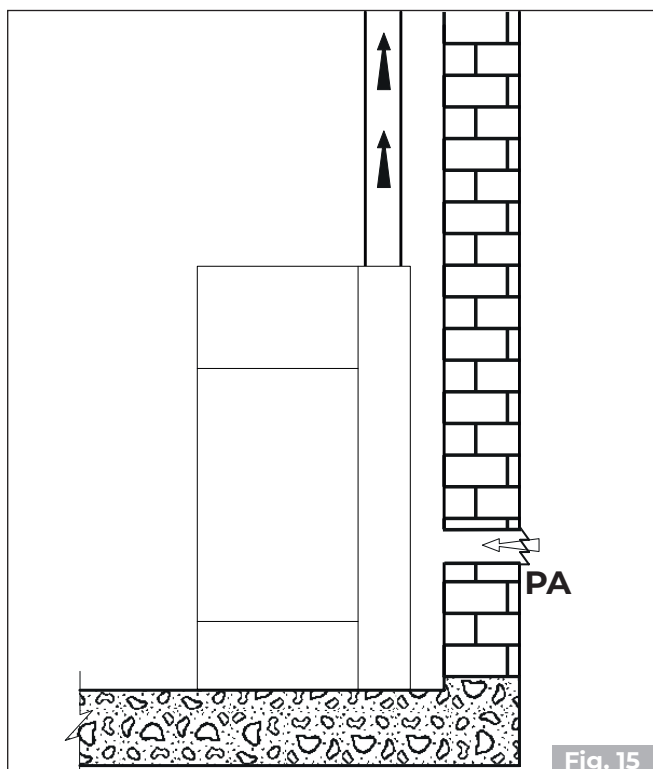
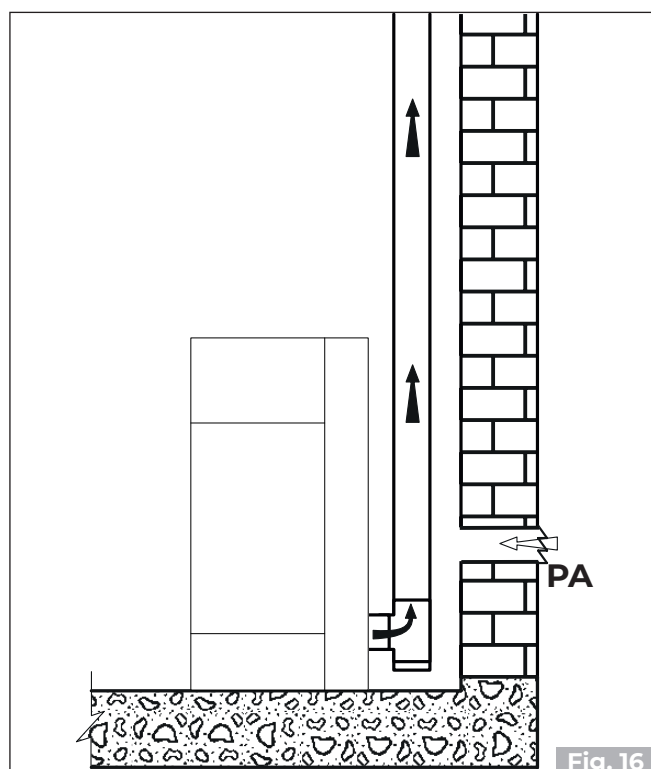

Fig. 15
Fig. 16
- desde el ambiente de instalación o de los locales contiguos apropiados ("**Fig. 15**" - "**Fig. 16**")
Realizar la toma de aire en la pared ("Fig. 15" e "Fig. 16" - PA = Toma de Aire), y dejar que el aparato esté libre de extraer aire en el ambiente teniendo cuidado de conectar en el tubo de entrada del aire el tramo de tubo corrugado , en caso de que sea suministrado, fijándolo con la abrazadera y plegándolo ligeramente hacia abajo con el fin de prevenir posibles efectos de resonancia.